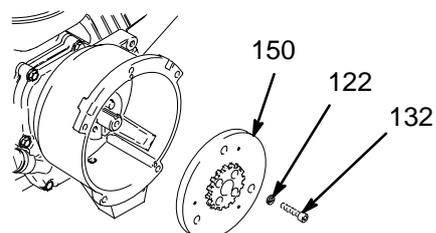

Fig. 8
9. Fig.8. Utilice una llave de impacto o coloque una cuña entre el inducido (150) y el cárter del embrague para sujetar el eje del motor durante el desmontaje.
10. Saque los cuatro tornillos (132) y las arandelas de seguridad (122).
11. Desmonte el inducido (150).